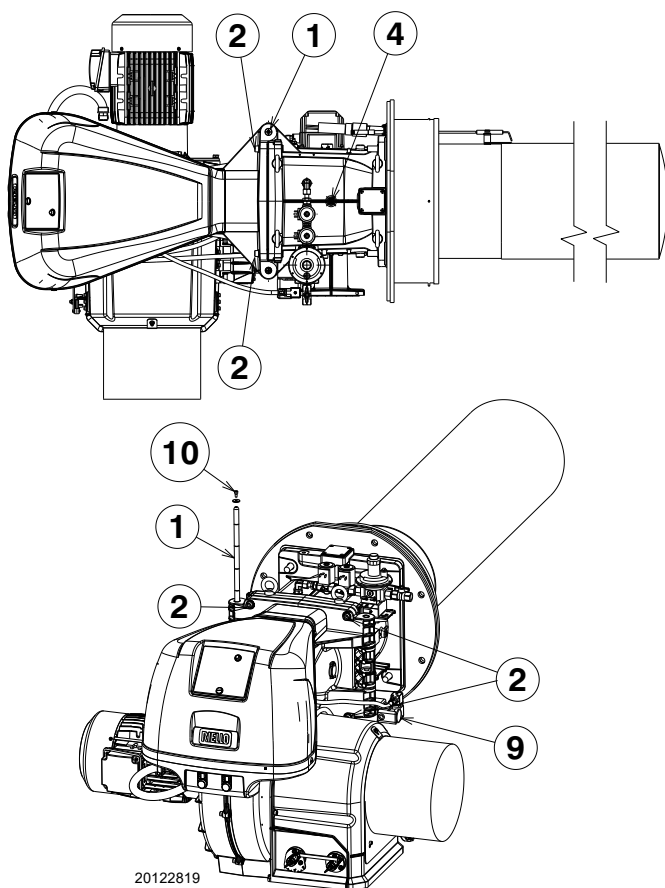

Fig. 20
Le brûleur sort de l'usine préparé pour l'ouverture vers la gauche, en maintenant donc le pivot 1)(Fig. 20) en place.
- A débrancher la fiche/prise 9)(Fig. 20) du pressostat de gaz général ;
Pour l'ouverture du brûleur du côté opposé, avant d'enlever le pivot 1)(Fig. 20), vérifier que les 4 vis 2) soient serrées.
- H débrancher la prise 9)(Fig. 20) du pressostat de gaz général, puis procéder comme décrit ci-dessus au point C).